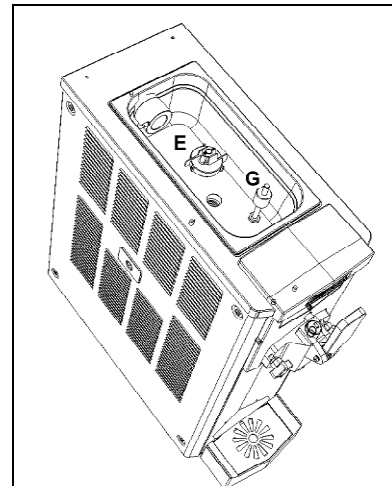

Fig. 15
- **R**etirer tous les composants encore présents à l'intérieur du bac supérieur qui sont indiqués en figure 15: